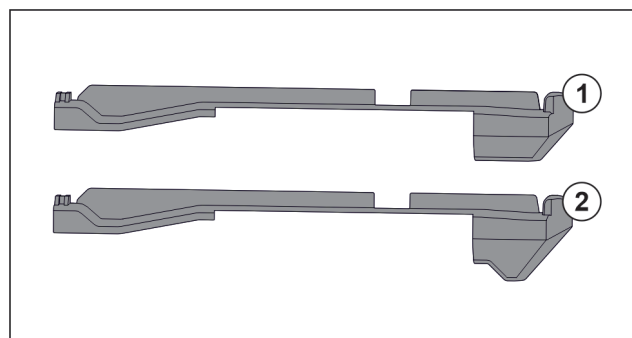

Fig. 150 Σύγκριση των κουμπωτών εξαρτημάτων
Στη συσκευή υπάρχουν δύο διαφορετικά κουμπωτά εξαρτήματα. Το κουμπωτό εξάρτημα πάνω από το πιο κάτω συρτάρι Fig. 150 (2) έχει μια τριγωνική ακμή. Όλα τα άλλα κουμπωτά εξαρτήματα Fig. 150 (1) έχουν μια ίσια ακμή.
- Τοποθετήστε το κουμπωτό εξάρτημα Fig. 150 (2) με την τριγωνική ακμή πάνω από το πιο κάτω συρτάρι.
- Τοποθετήστε το κουμπωτό εξάρτημα Fig. 150 (1) με την ίσια ακμή σε όλα τα άλλα σημεία.